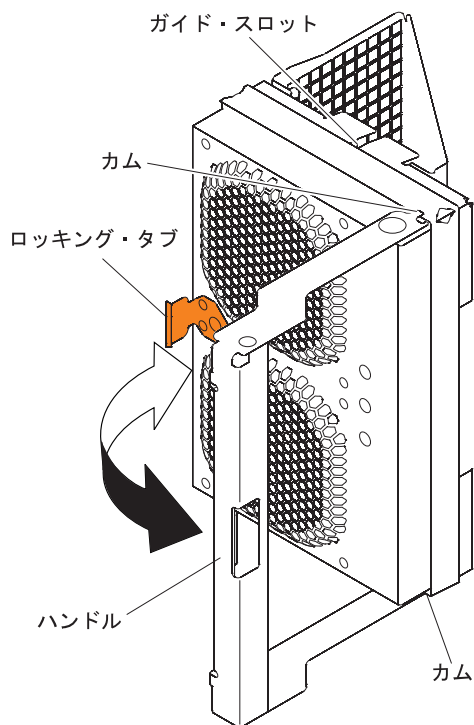

図 90. ファン・アセンブリーの取り外し
- a. ストレージ拡張エンクロージャーの背面で、ファン・アセンブリー・ハンドルを所定の位置に保持しているロックング・タブを押して、ファン・アセンブリーを手前に引き、ファン・アセンブリーを取り外します (図 90 を参照)。